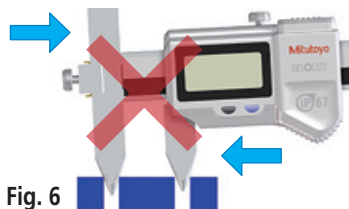

Fig. 6
2. Não meça uma peça com os bicos de medição inclinados. Procure sentir que as pontas cônicas de medição estão bem encostadas nos furos. (Fig. 6)